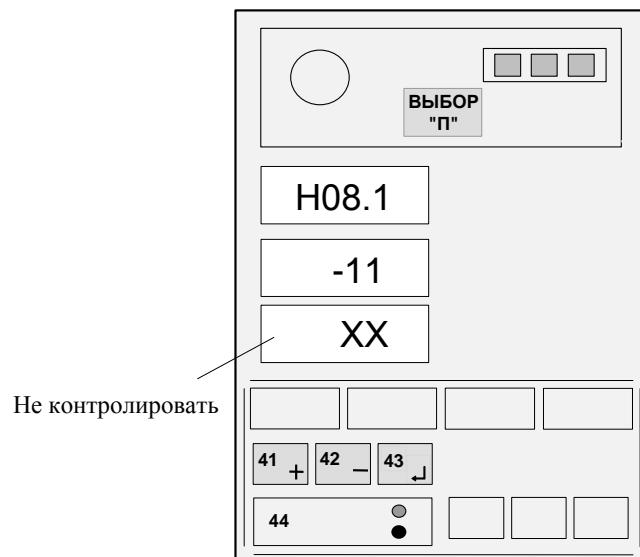

Рисунок 14
Если значение коэффициента, указанное на жгуте ПрД, отличается от значения, выдаваемого на средний ИЖЦ, нажатием кнопки 44 установить на верхнем ИЖЦ код "H08.1", а затем, нажимая кнопки "+" (41) и "-" (42), установить на среднем ИЖЦ значение коэффициента для поршневого ПрД (см. рисунок 14 для коэффициента М11), причем знак плюс на индикаторе не отображается, а знак минус отображается символом " - ".
Если значение коэффициента, указанное на жгуте ПрД, отличается от значения, выдаваемого на средний ИЖЦ, нажатием кнопки 44 установить на верхнем ИЖЦ код "H06.1", а затем, нажимая кнопки "+" (41) и "-" (42), установить на среднем ИЖЦ значение коэффициента для штокового ПрД (см. рисунок 14 для коэффициента M11), причем знак плюс на индикаторе не отображается, а знак минус отображается символом " - ".